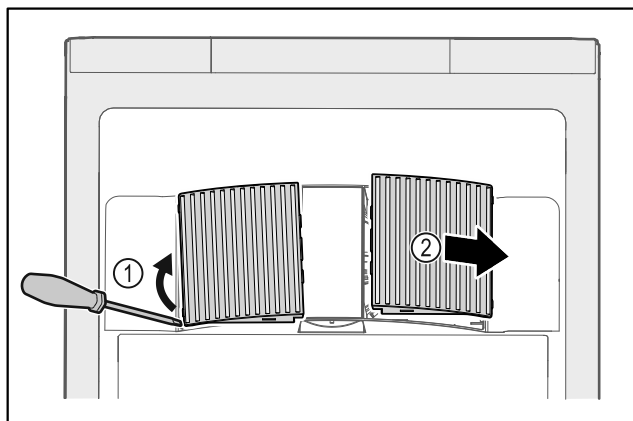

Fig. 176
- ▶ Opatrne vytiahnite kryty ventilátorov z bočnej strany Fig. 176 (1) a vyberte ich smerom dopredu Fig. 176 (2).